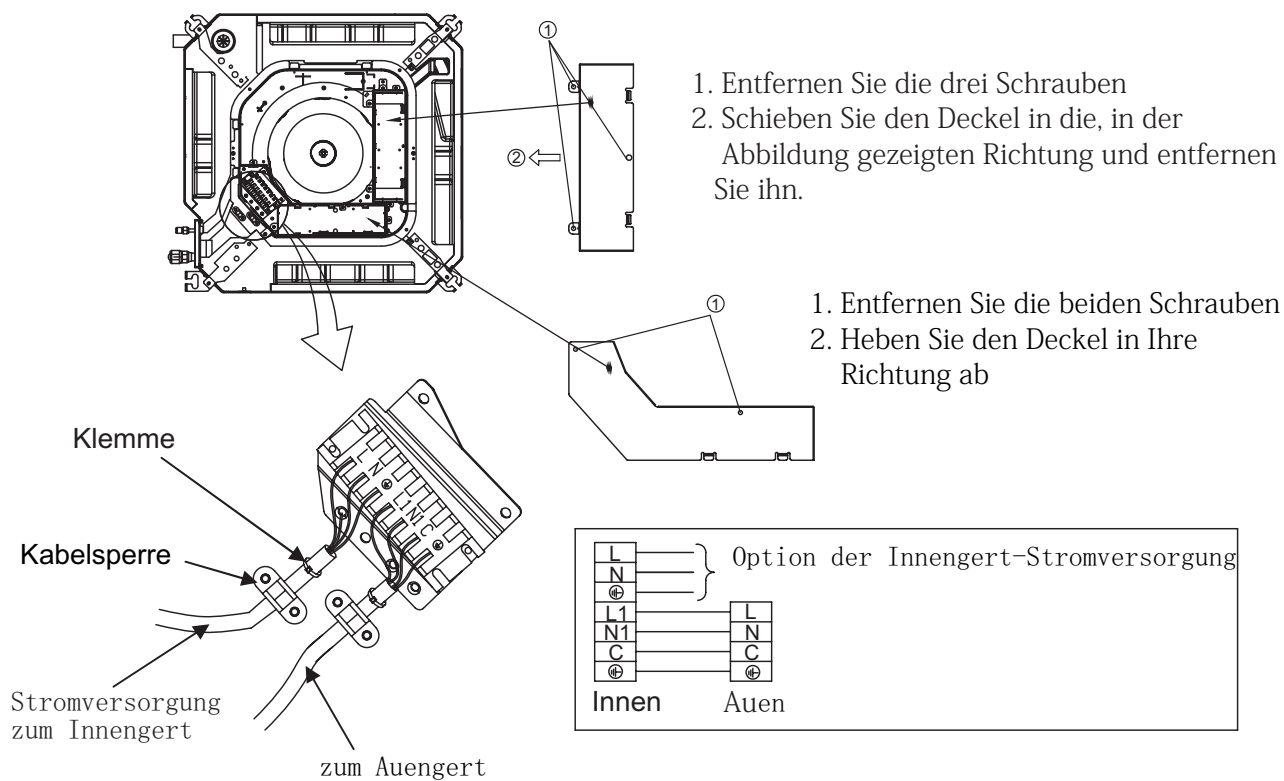

Abb.16
- Schließen Sie die Kabelenden an die Innen- und Außengeräteanschlüsse an, wie in Abb. 16 gezeigt wird.